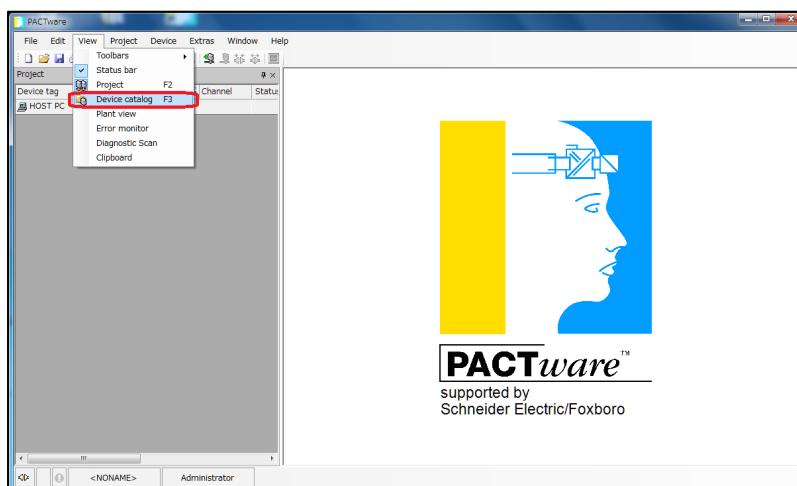

図 5-18 PACTware メイン画面 (Device catalog メニューの選択)
- ① PACTware を起動します。
- ② メインメニュー⇒View の「Device catalog」を選択します。(図 5-18)